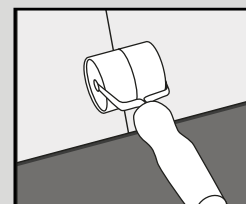
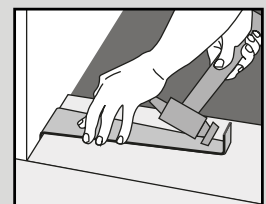

Fig. 4
Fig. 5
5. Continúe instalando los tablonces a lo largo de la habitación hasta completar la fila utilizando un rodillo de mano para ayudar (Fig. 4). Sólo si es necesario, utilice un mazo de goma y un pedazo cortado del mismo piso para golpear suavemente el producto. Se puede utilizar una barra de tracción para tirar del producto alrededor de los bordes de la habitación (Fig. 5).